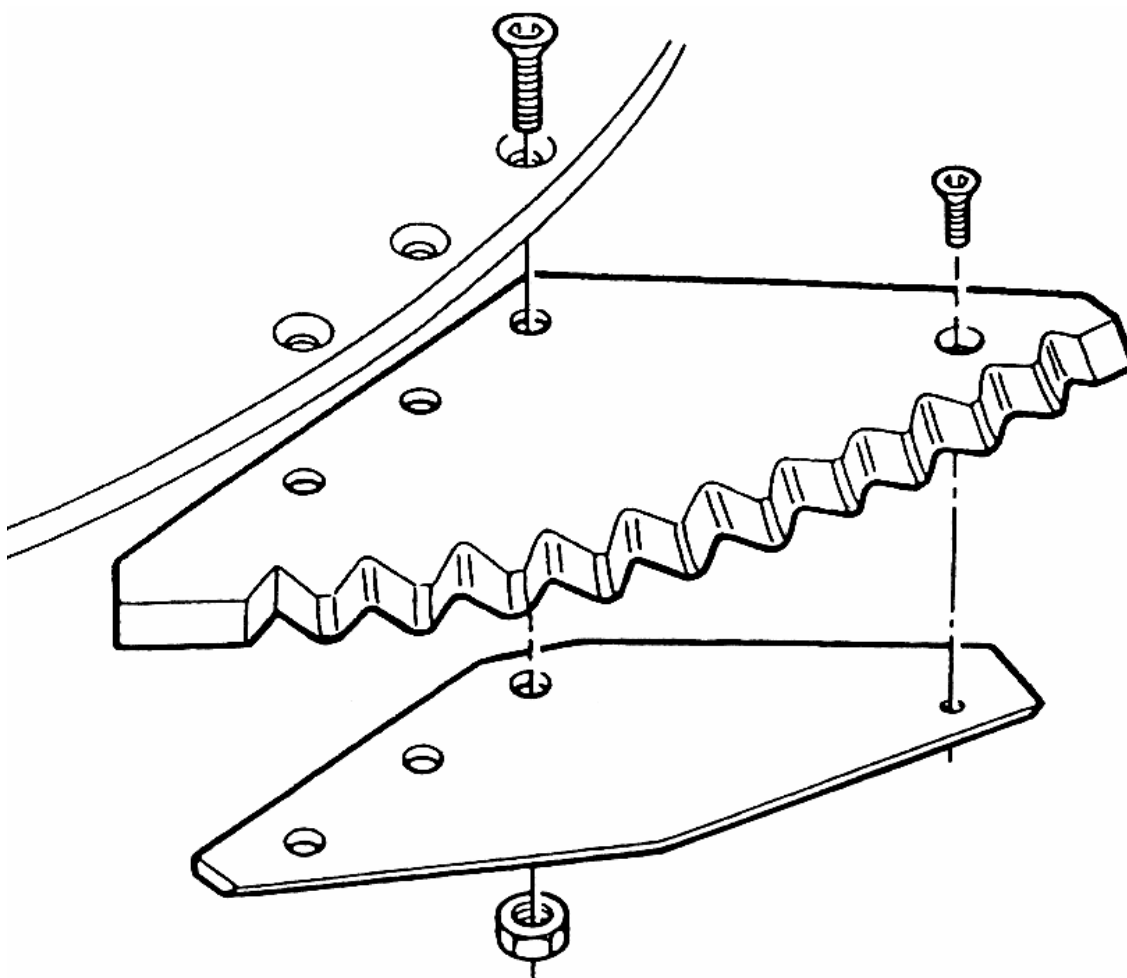

Рис.24 Замена ножей шнека
6. Шестигранным ключом снять нож, заточить его или заменить (рис. 24).